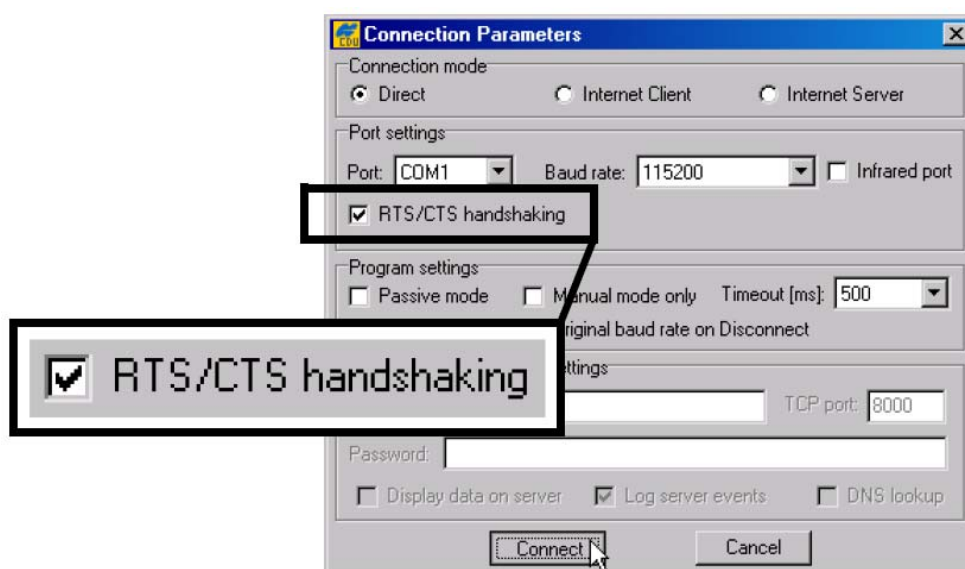

Рисунок 3-17. Диалоговое окно Connection Parameters (Параметры интерфейсов)
3. В диалоговом окне **Connection Parameters (Параметры интерфейсов)** выставьте флажок **RTS/CTS handshaking (квитирование сигналами RTS/CTS)** (см. рис. 3-17).